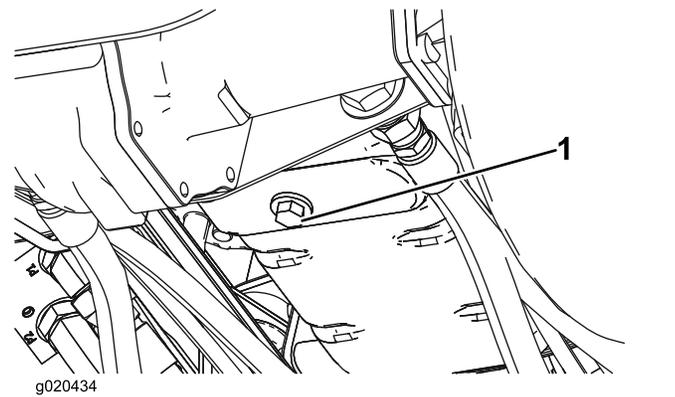

Figura 54
- Togliete il tappo di spurgo (Figura 54) e lasciate defluire l'olio in una bacinella. Quando l'olio cessa di defluire, rimontate il tappo.